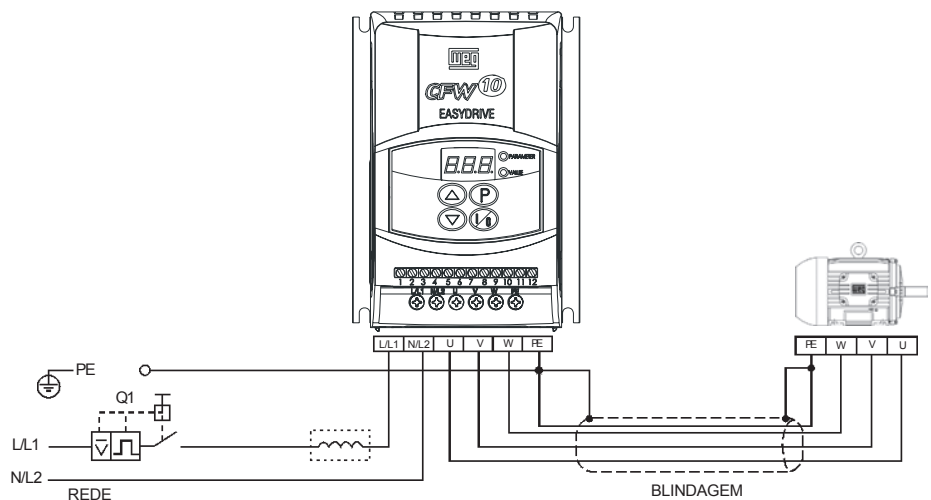

Figura 8.2 - Conexões de potência com reatância de rede na entrada
- ☑ A conexão da reatância de rede na entrada do inversor é apresentada na figura 8.2.